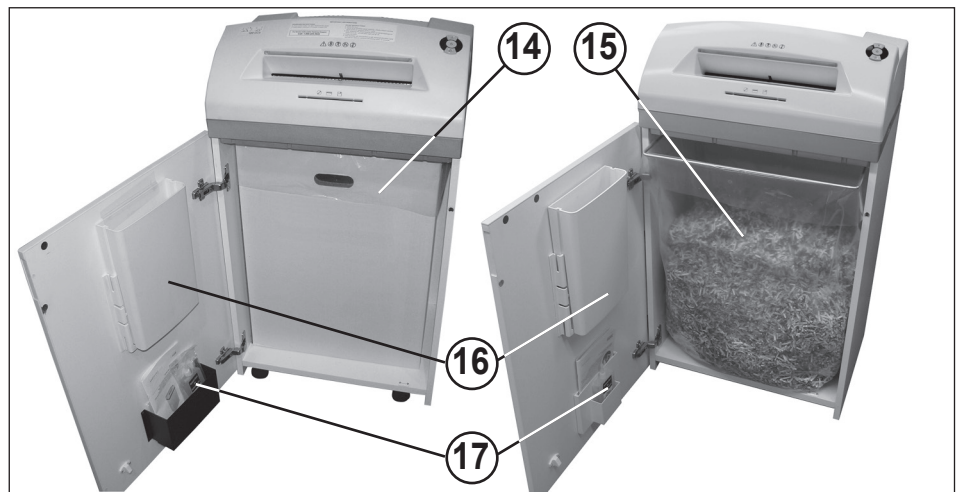

Fig. 4
14 = Depósito colector de papel (Fig. 4)
15 = Saco colector de papel (Fig. 4)
16 = Depósito colector de CDs/DVDs (Fig. 4)
17 = Recipiente de óleo (Fig. 4)
ESVAZIAR O SACO COLECTOR / DEPÓSITO COLECTOR PARA PAPEL (Fig. 4):
ESVAZIAR O DEPÓSITO COLECTOR PARA CDs/DVDs (Fig. 4):
Abra a porta. O indicador de controlo (8) acende-se e o indicador LED (4) do botão de retrocesso (4), bem como o indicador de controlo (7) piscam. Retire o recipiente de óleo (17) (Fig. 4) do suporte da porta e volte a fechá-la.